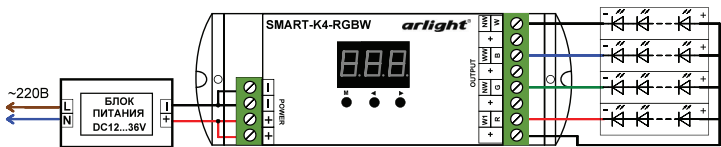
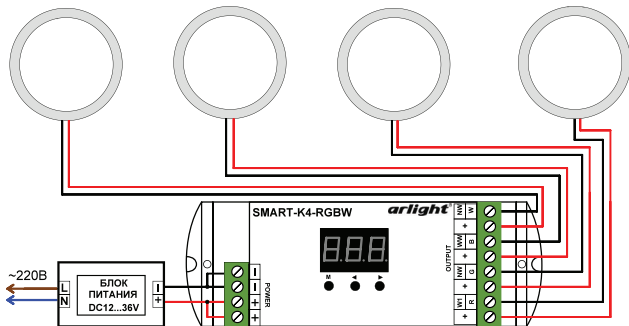

Рис.1. Общая схема подключения контроллера.
Рис.2. Схема подключения светильников в режиме «диммер».
- Согласно приведенным схемам (Рис.1, Рис.2) подключите светодиоды или другой совместимый светодиодный источник света к выходу **OUTPUT** контроллера. Соблюдайте полярность и порядок подключения проводов к клеммам.